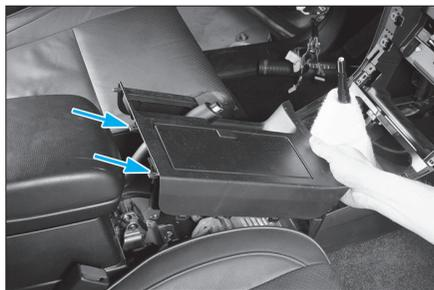

FIG. 19
- Dégrafer le porte gobelet avant (Fig.19).